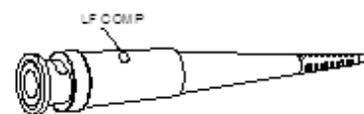

Fig.5-2
- (5) 보상이 적절한 지 관찰하십시오. 그렇지 않은 경우 그림 Fig 5-2 와 같은 프로브 보정 구성 요소를 조정하십시오.
- (6) 수직 모드를 CH2 로 설정하고 10 : 1 프로브를 CH2 에 연결합니다. 2 ~ 5 단계에 따라 CH2 프로브를 확인하고 조정하십시오.